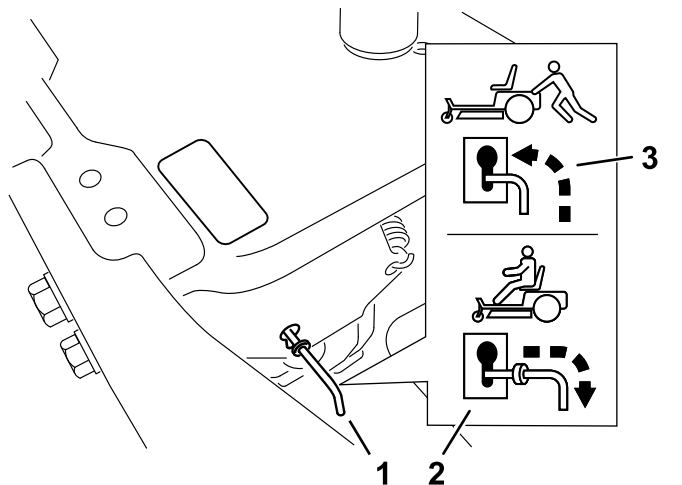

Рисунок 29
4. Вытяните рычаги перепускных клапанов вперед через профилированные отверстия и опустите вниз, чтобы зафиксировать их на месте (Рисунок 29).
Переместите рычаги перепускных клапанов назад через профилированные отверстия и опустите вниз, чтобы зафиксировать их на месте, как показано на Рисунок 29.